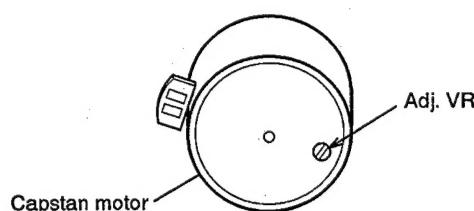

Fig. 3-2
- Adjust the variable resistor (Fig. 3-2) to get the adjustment value of 3,000Hz to 3,010Hz.
- 周波数値が 3,000~3,010Hz となるように Fig. 3-2 に示す VR を調整する。(V-6030Sのみ)